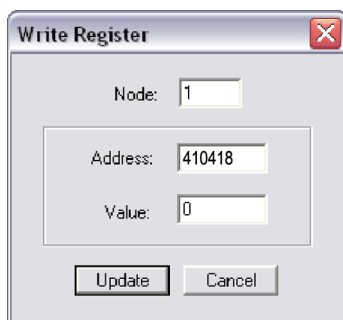

Abb. 338: „Write Register“ - Zurücksetzung aktivieren
- ⇒ Abb. 338 zeigt, wie der Parameter mit der ModScan32-Software aktiviert wird. Der Wert muss auf „1“ festgelegt werden, um den Parameter zu aktivieren.